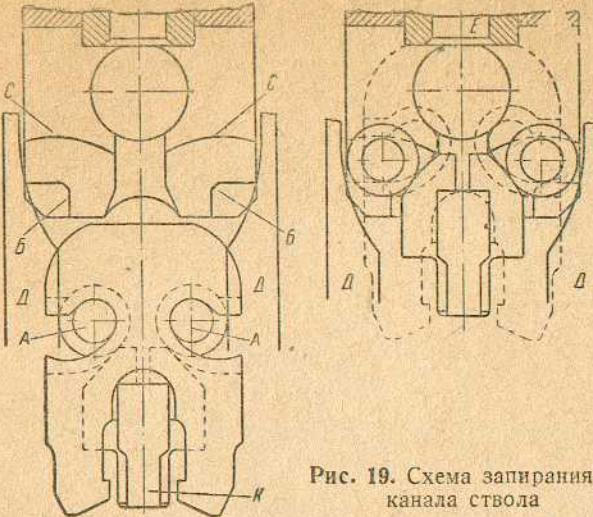
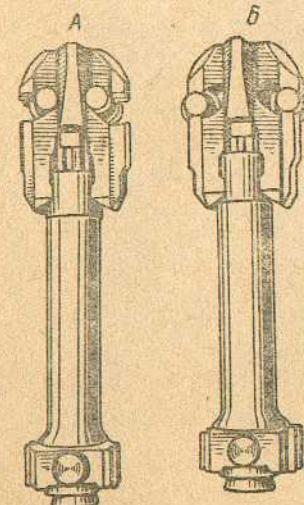
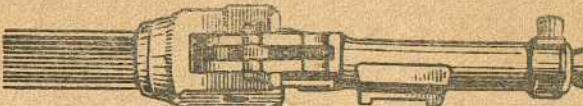

Рис. 19. Схема запирания канала ствола
Рис. 20. Общий вид затвора сверху:
Рис. 21. Канал ствола заперт (боевые упоры разведены и сцеплены с казенником)
**Запирающий механизм.** При движении затвора вперёд возвратно-боевая пружина давит на стебель затвора, а через него на ударник *K* (рис. 19 — левая фигура). Передние скосы ударника, взаимодействуя с венчиками боевых упоров (роликов) *AA*, стремятся развести их в стороны, но витые вырезы боевой личинки, в которые входят боевые упоры, не дают возможности развести их. Когда боевая личинка подойдёт к пеньку ствола, боевые упоры, взаимодействуя со скосами *CC* казённика, несколько разводятся в стороны, затем окончательно разводятся ударником (рис. 20 — правая фигура).
Разведённые боевые упоры упираются в боевые уступы *BB* казённика, запирая таким образом канал ствола (рис. 19 — правая фигура и рис. 21).